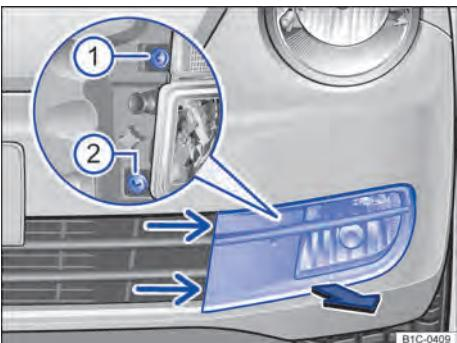

Fig. 179 No para-choque dianteiro à esquerda: desinstalar o farol.
| 2. | Empurrar a cobertura nos encaixes ⇒ Fig. 179 (setas finas) com o gancho extrator das ferramentas de bordo ⇒ Página 278 um pouco para frente até que os encaixes se soltem. | |
| 3. | Puxar a cobertura, iniciando por dentro, para frente no sentido da seta ⇒ Fig. 179 . | |
12.	Apertar os parafusos de fixação ⇒ Fig. 179 ① e ② com a chave de fenda.
13.	Encaixar a cobertura no para-choque, começando por fora ⇒ Fig. 179.